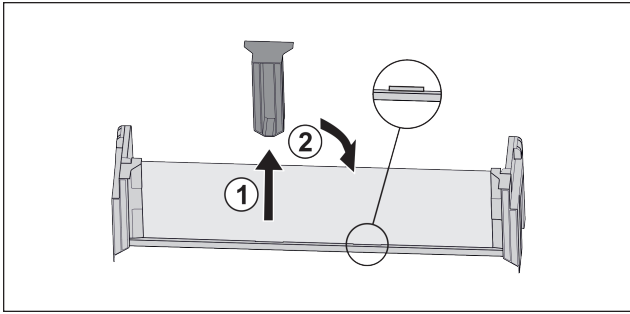

Fig. 22 *
- ▶ Estrarre l'elemento di supporto centrale Fig. 22 (1)*
- ▶ Inserire l'elemento di supporto centrale sulla seconda posizione Fig. 22 (2)*